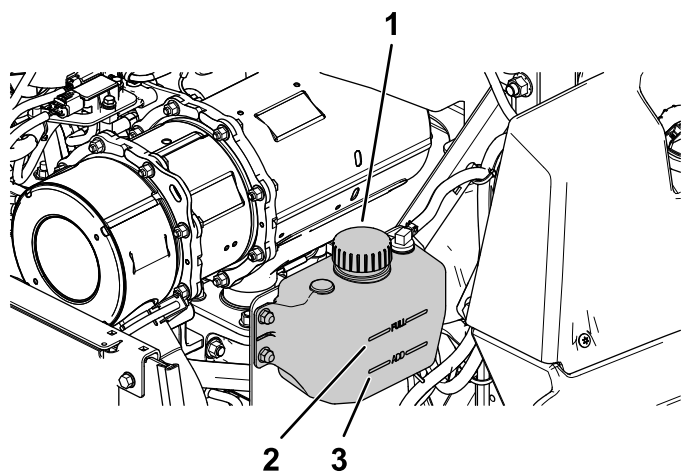

Figure 56
2. Vérifiez le niveau du liquide de refroidissement dans le vase d'expansion (Figure 56).
3. Si le niveau du liquide de refroidissement est trop bas, enlevez le bouchon du vase d'expansion et faites l'appoint de liquide spécifié (Figure 56).